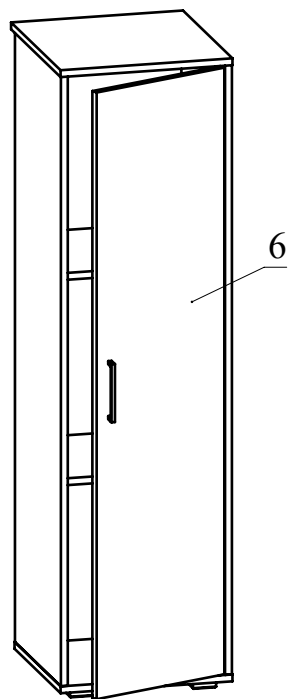

Рис.8
10. Установите ручку на деталь 6 и закрепите ее при помощи шурупов 4x30 с круглой головкой (Рис. 8).